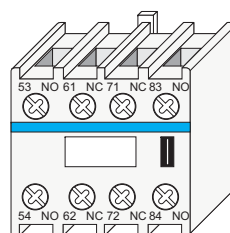

Figura 23.
- Figura 23. Cámara de cuatro contactos.